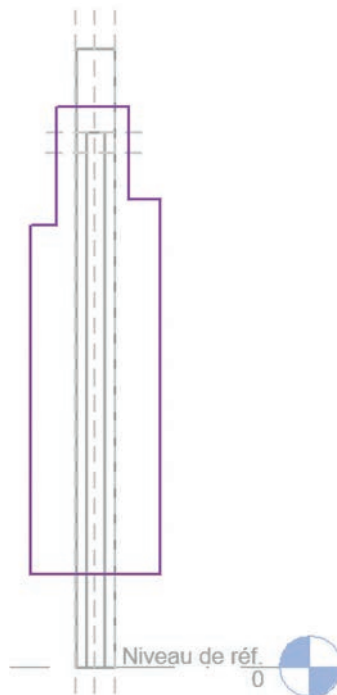

Fig. 9.47
14. Lancez de nouveau l'outil Vide par extrusion et, depuis l'outil Ligne, esquissez un contour comme sur la figure 9.47. Les dimensions ne sont pas importantes, nous allons ensuite contraindre toutes ces lignes.